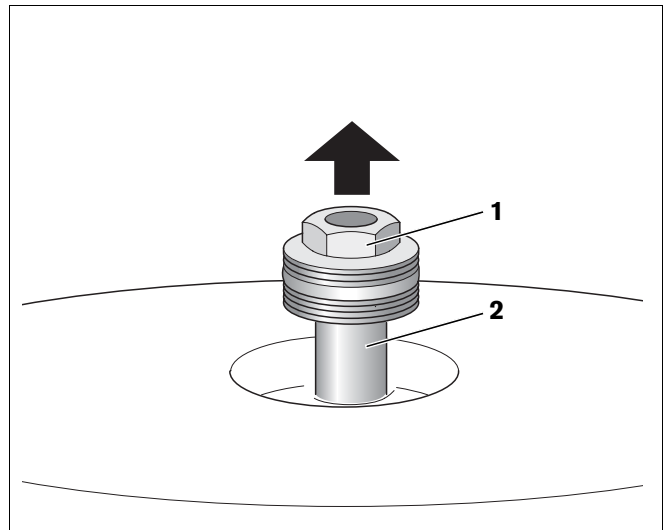

Fig. 12 Remplacer l'anode au magnésium
- Desserrer la vis à tête hexagonale (fig. 12, **pos. 1**) de l'anode avec la clé polygonale SW 32.
- Retirer l'anode (fig. 12, **pos. 2**) en la dévissant.
- Si l'anode est détériorée, mettez une anode neuve en place, comme indiqué dans la figure 12.